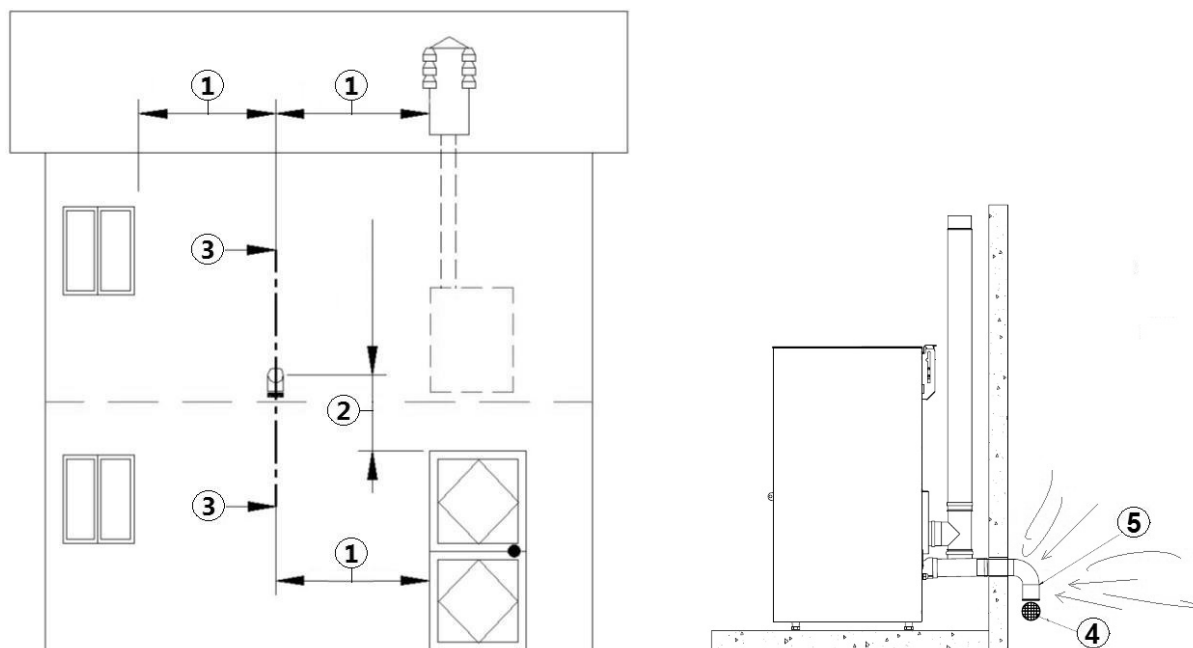

Fig. 11 - Tomada ar para instalação compartimento estanque
LEGENDA	Fig. 11
- Na parede externa é preciso instalar uma curva a 90° para proteger o afluxo de ar comburente dos efeitos do vento: orientar a entrada da curva para baixo, ver **Fig. 11**.